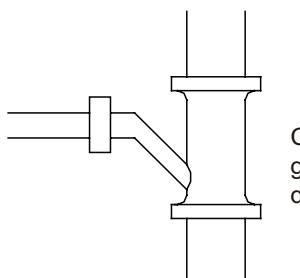

Fig. 4.12
- (8) Il tubo orizzontale non può essere collegato al tubo verticale allo stesso livello; scegliere il modo di connessione come mostrato dalle Figure 4.12 ~ 4.14.
- ① Collegamento dei giunti del tubo di drenaggio (Fig. 4.12)